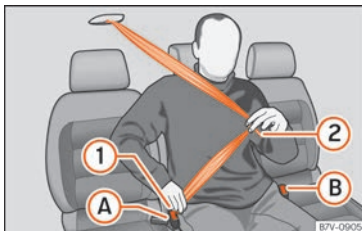

Fig. 91 Boucler la ceinture du siège central dans la seconde rangée.
- Tirez sur la sangle de la ceinture vers le bas grâce au pêne » » fig. 91 ①. **Ne tordez pas** la ceinture en la faisant » » ⚠.
- Le pêne ① doit être encastré dans le boîtier de verrouillage du siège auquel il est destiné Ⓐ.
- Passez la sangle de la ceinture devant le bassin du passager en tirant sur le pêne » » fig. 91 ②.
- Le pêne ② doit être encastré dans le boîtier de verrouillage du siège auquel il est destiné Ⓑ.
- Appuyez sur la touche rouge sur le boîtier de verrouillage » » fig. 91 Ⓐ. Le pêne sera expulsé du boîtier de verrouillage.
- Appuyez sur la touche rouge sur le boîtier de verrouillage » » fig. 91 Ⓑ. Le pêne sera expulsé du boîtier de verrouillage.